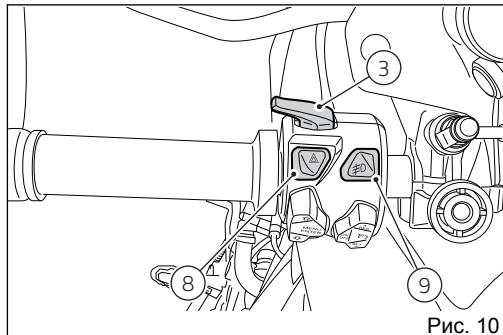

Рис. 10
3) КНОПКА МОРГАНИЯ ДАЛЬНИМ СВЕТОМ (Рис. 10)